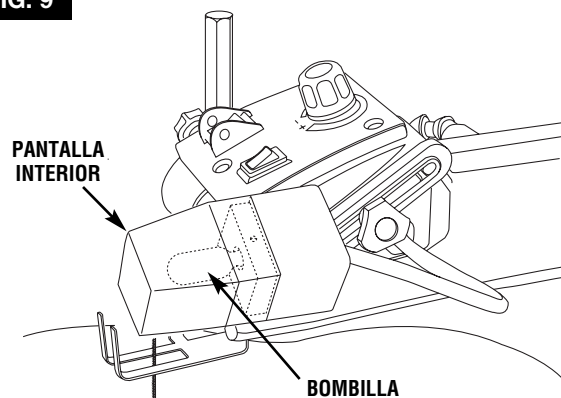

FIG. 10
1. Para encender o apagar la herramienta, empuje el interruptor de encendido (Fig 10).
- La velocidad de carrera de la hoja puede ajustarse simplemente girando el dial (Fig. 10).